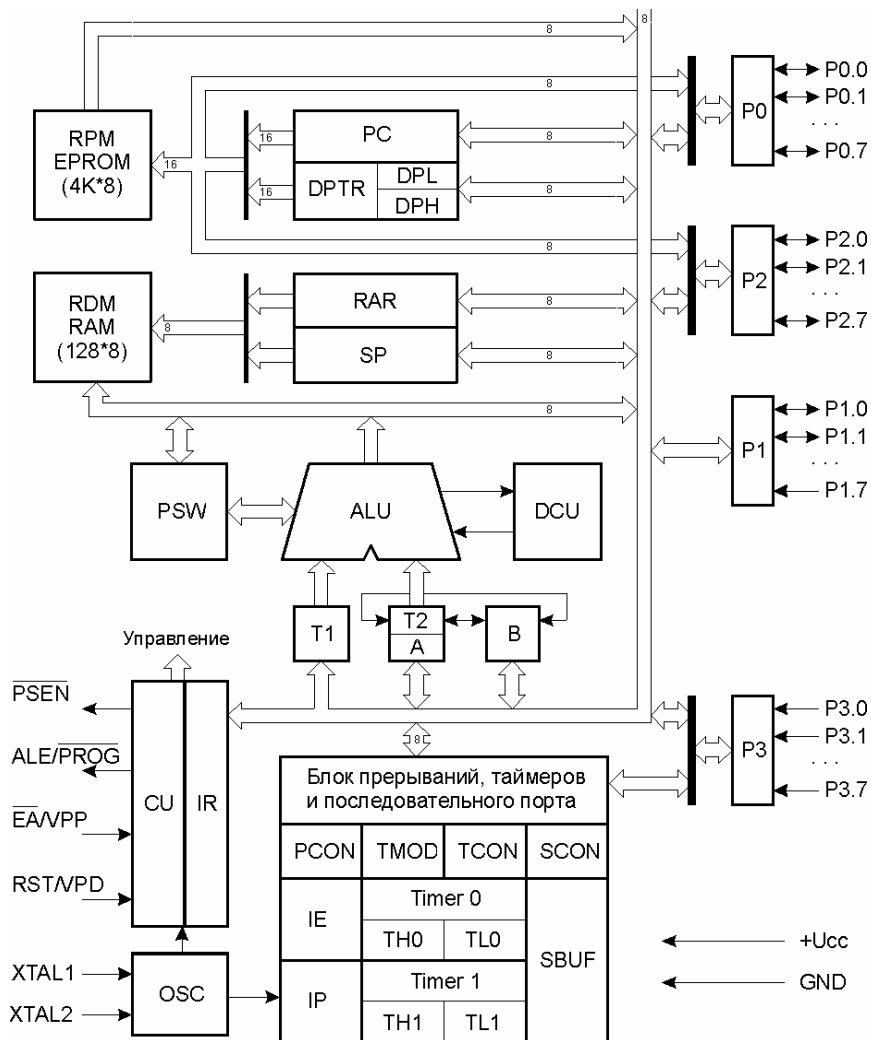

Рис. 1 Структурная схема микроконтроллера Intel 8051
Основу структурной схемы микроконтроллера (рис. 1) образует внутренняя двунаправленная 8-разрядная шина, которая связывает между собой основные узлы и устройства микроконтроллера: резидентную память программ (RPM), резидентную память данных (RDM), арифметико-логическое устройство (ALU), блок регистров специальных функций, устройство управления (CU), параллельные порты ввода/вывода (P0 – P3), а также программируемые таймеры и последовательный порт.